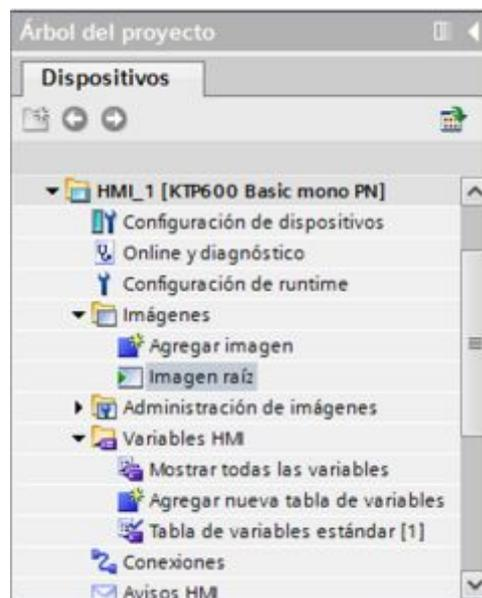

FIGURA 133: Árbol del proyecto – Imagen raíz.
- Ir al árbol del proyecto, seleccionar imágenes y dar doble clic en imagen raíz (FIGURA 133).